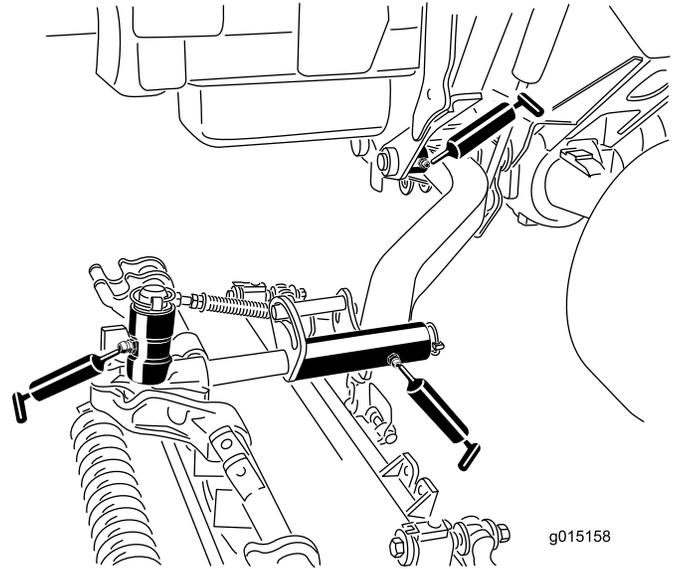

**Figura 81**
- Articulaciones esféricas del cilindro de dirección (2) (Figura 81)
- Articulaciones esféricas de las bielas (2) (Figura 81)
- Casquillos del pivote de dirección (2) (Figura 81). **El punto de engrase superior del pivote de dirección debe lubricarse solamente cada año (2 aplicaciones).**